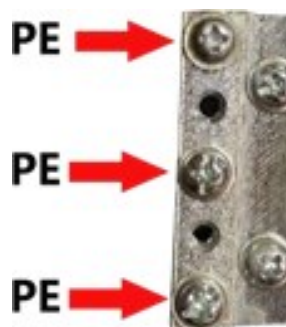

Рисунок 4
- Заземляющий проводник PE подключается к специальному заземляющему стержню рис.4.